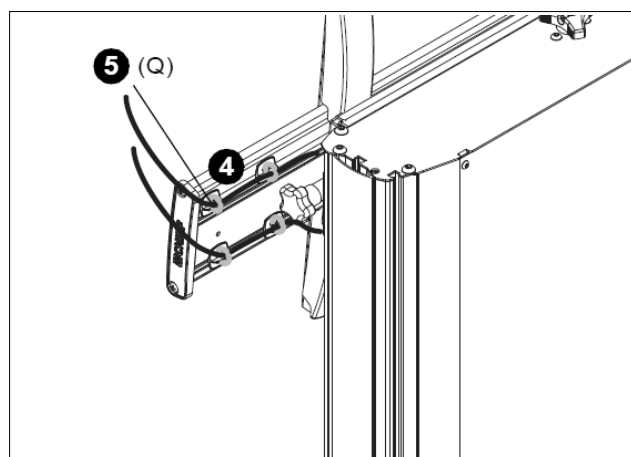

図 15
4. ケーブル管理に使用する FCA クリップ (P) に沿ってケーブルを配線します。（図15を参照）
5. ケーブルタイ (Q) を使用してケーブルを FCA クリップ に固定します。（図15を参照）